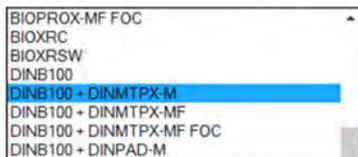

Abb. 3
3. Wählen Sie in der Software, unter Lesereigenschaften bei Lesertyp DINB100+DINMTPX. (Abb. 3)